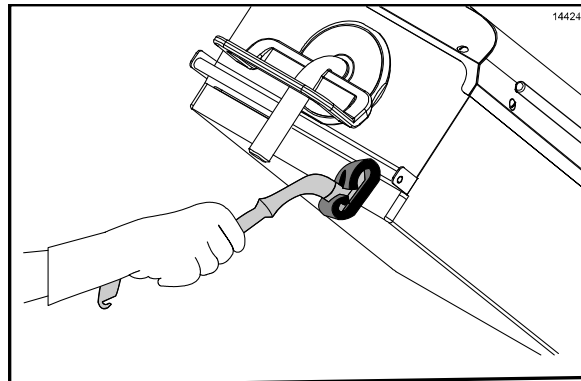

Figura 89
15. Aplique **McD Hi-Temp Grill Cleaner (HTGC)** no lado da frente dos platens, da direita para a esquerda. (Veja a Figura 89.)